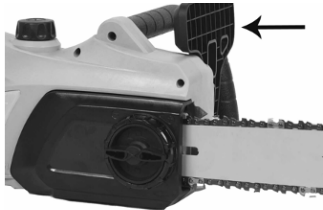

Fig. 1A
- A. Asegúrese de que el freno de la cadena esté desactivado (Fig. 1A).